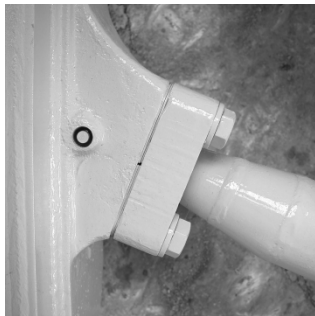

Figura 4-2
- 3) Palanca 3 (figura 4-2) pala de declinación 3 lugar , pala de ángulo 2 lugares